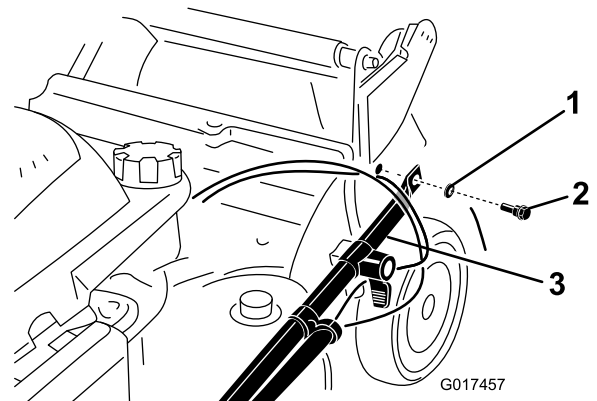

Figura 5
2. Fije los extremos del manillar al alojamiento de la máquina con 2 arandelas y 2 pernos de manillar (Figura 5), pero no apriete los pernos del manillar.
Importante: Coloque los cables en el exterior del manillar (**Figura 5**).